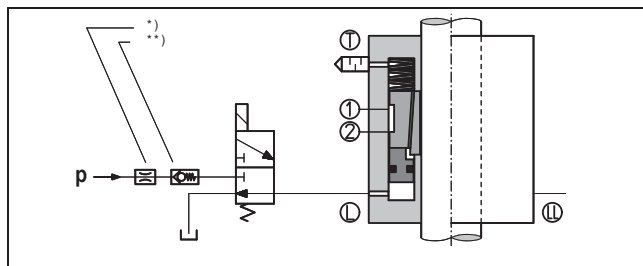

図2: 油圧配管の概略図
- * ロッキングユニットへの圧力供給時にインパクトノイズが発生した場合は、図2のp-ライン上にあるフローコントロールバルブを調整することで解消できることがあります。
- ** 圧力が一定でない（ダウンストロークに切り替わる時に圧力が低下するなど）場合、図2のp-ラインにチェックバルブ（逆止弁）の配置を推奨いたします。